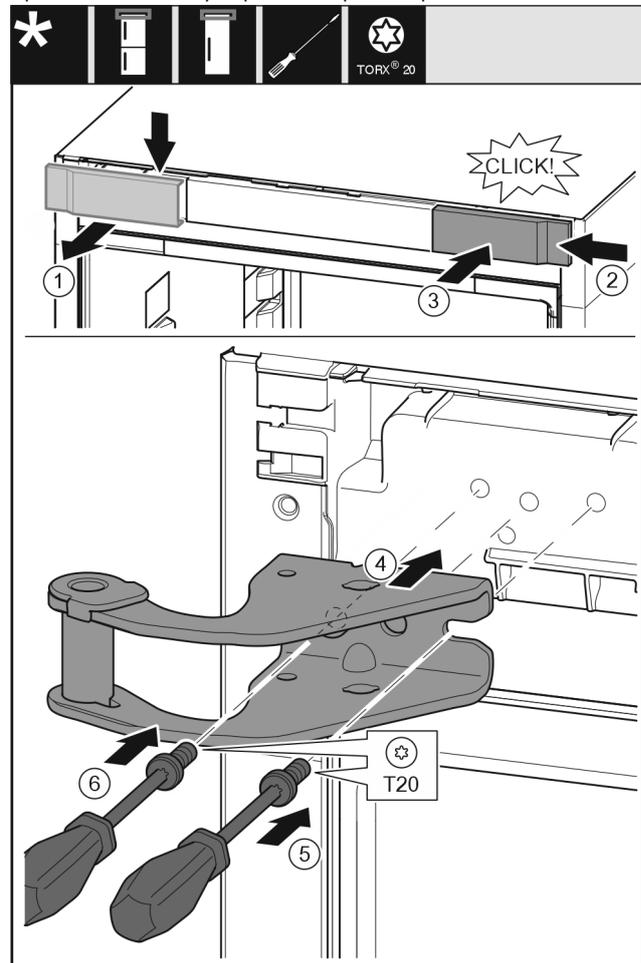

Fig. 15
- ▶ Снимите крышку Fig. 15 (1) сверху вперед.
- ▶ Навесьте крышку Fig. 15 (2), повернув ее на 180°, справа с другой стороны.
- ▶ Зафиксируйте крышку Fig. 15 (3).
- ▶ Установите верхний опорный кронштейн Fig. 15 (4).
- ▶ Установите и затяните винт Fig. 15 (5) отверткой.
- ▶ Установите и затяните винт Fig. 15 (6) отверткой.